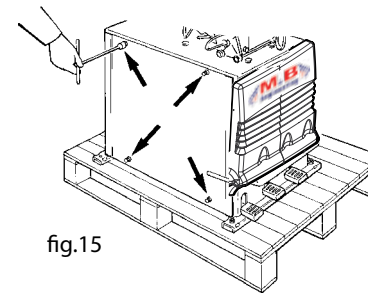

fig.15
- Togliere le 4 viti del coperchio laterale con chiave di 10mm (fig.15) e smontare il coperchio laterale.
- Remove the 4 side cover screw with a 10 mm spanner (fig.15); Remove the side cover.
- Oter les 4 vis du couvercle latéral à l'aide d'une clef de 10mm (fig.15) et le démonter .
- Die vier Schrauben des seitlichen Deckels mit einem Schraubenschlüssel von 10 mm (Abb. 15) entfernen und den seitlichen Deckel entfernen.
- Quite los 4 tornillos de la tapa lateral con una llave de 10 mm (fig. 15). Desmonte la tapa lateral.
- Rimontare lo sportello laterale (fig.15) applicando le 4 viti TEM6 flangiate autofilettanti con una chiave di 10mm.
- Refit the side cover (fig.15) with the 4 TEM6 flanged self-threading screws with a 10 mm spanner.